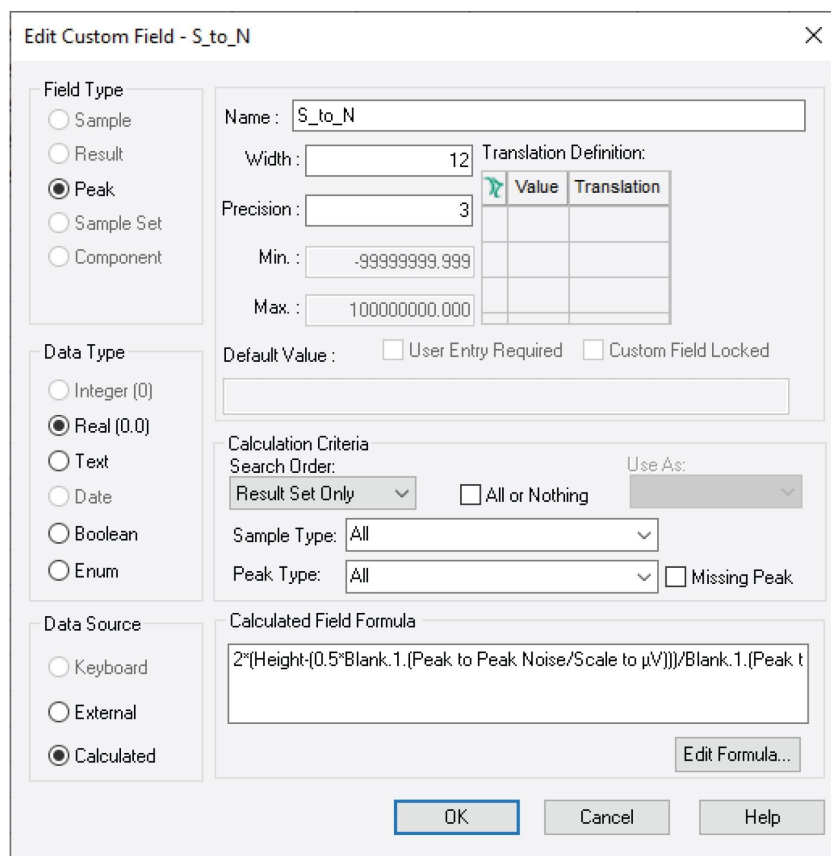

图5.使用空白样品计算S/N的自定义字段。
2. 使用样品间语法创建自定义字段，在公式字段框中输入空白进样的标签定义（图5）。完整公式如下：